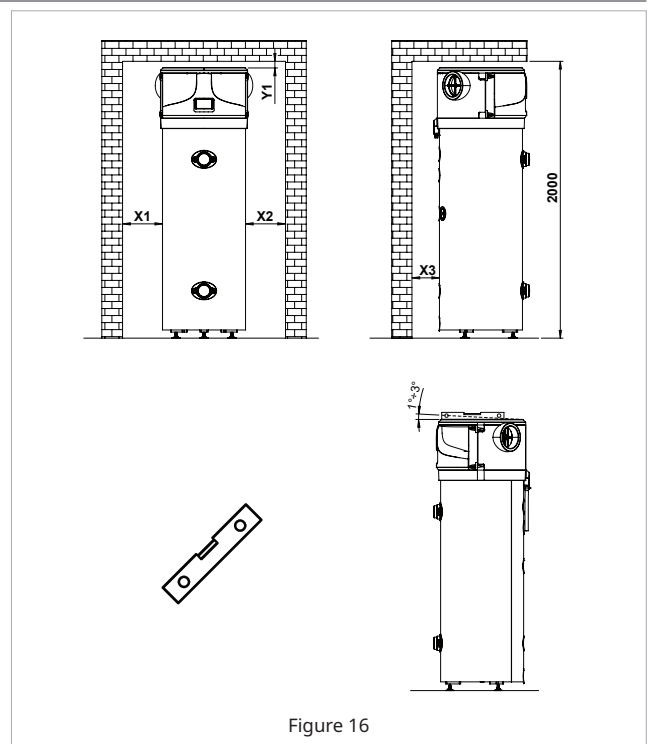

Figure 16
- permettre une installation verticale de l'appareil ou légèrement inclinée vers l'arrière de 1 à 3° (voir la Figure 16).